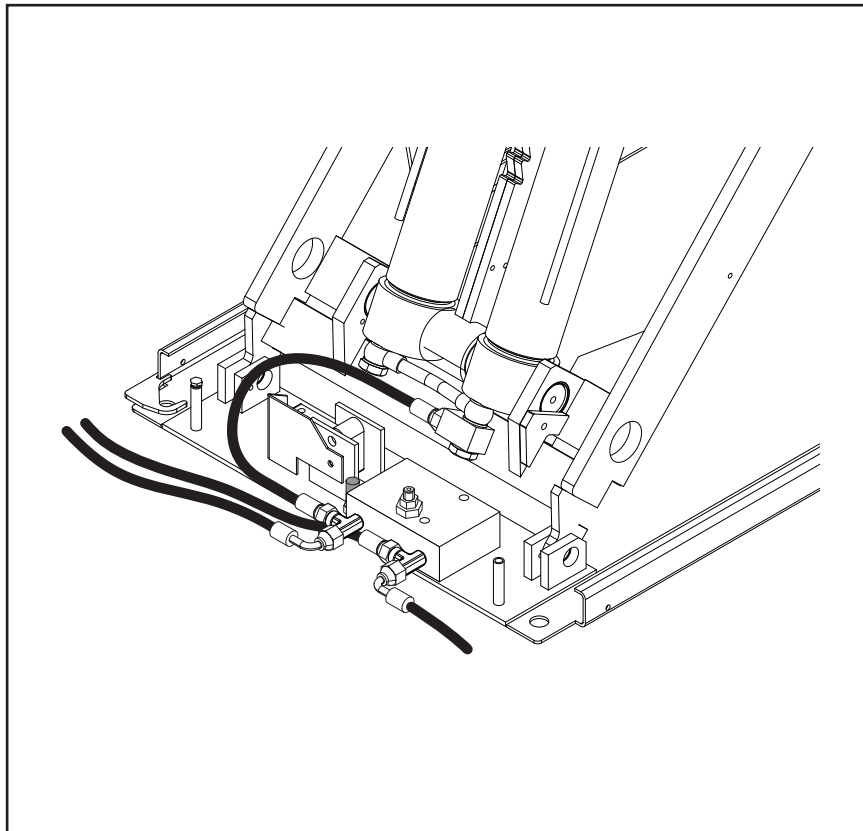

Fig. 27
- In riferimento agli schemi impianto oleodinamico, pneumatico ed elettrico si evidenzia in Fig. 27 il posizionamento delle elettrovalvole.
- With reference to the diagrams of hydraulic, pneumatic and electric systems, Fig.27 shows the position of the solenoid valves
- Mit Bezug auf die Öldynamik-, Druckluft- und Elektroschemas zeigt die Abb. 27 die Positionierung der Elektroventile:
- Nous référant aux schémas des installations hydraulique, pneumatique et électrique, sur la Fig. 27, nous avons indiqué la position des électrovalves.
- Con referencia a los esquemas del sistema oleodinámico, neumático y eléctrico, se puede ver en la Fig.27 la posición de las electroválvulas.